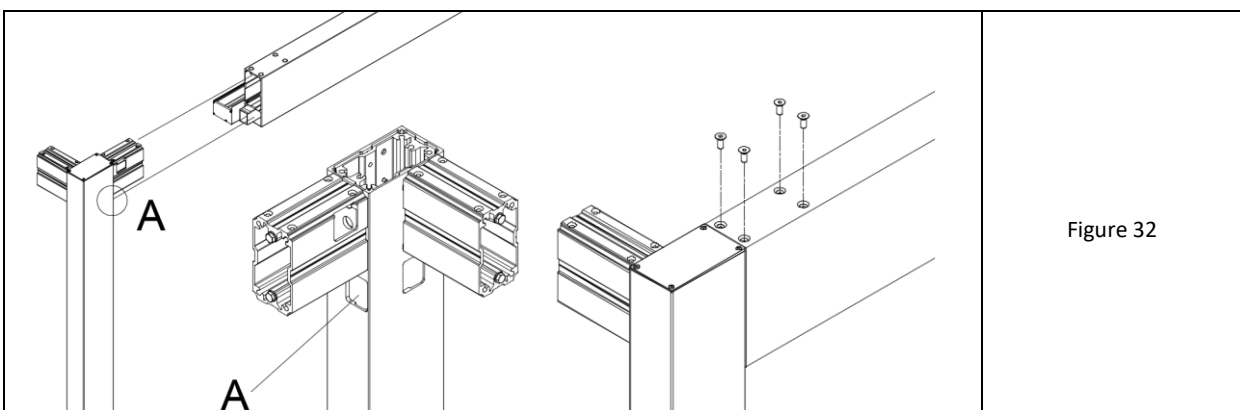

Figure 32
12. En position couchée, insérez les poteaux armés des pieds adéquats dans les deux extrémités de la deuxième barre longitudinale, l'une après l'autre. Les drains inférieurs de la barre longitudinale pénètrent dans la fenêtrée carrée (A) du montant (du côté le plus étroit) sous l'os. L'os au sommet de la colonne doit être inséré dans la chambre supérieure de la poutre (fig. 32-gauche).
13. Vissez l'angle en haut avec 4 vis à tête fraisée M8x20 (fig. 32-droite).